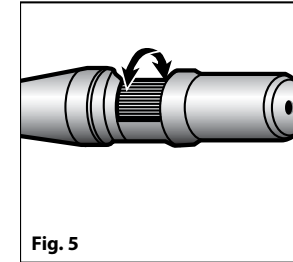

Fig. 5
4. Encienda el colimador (Fig. 5).